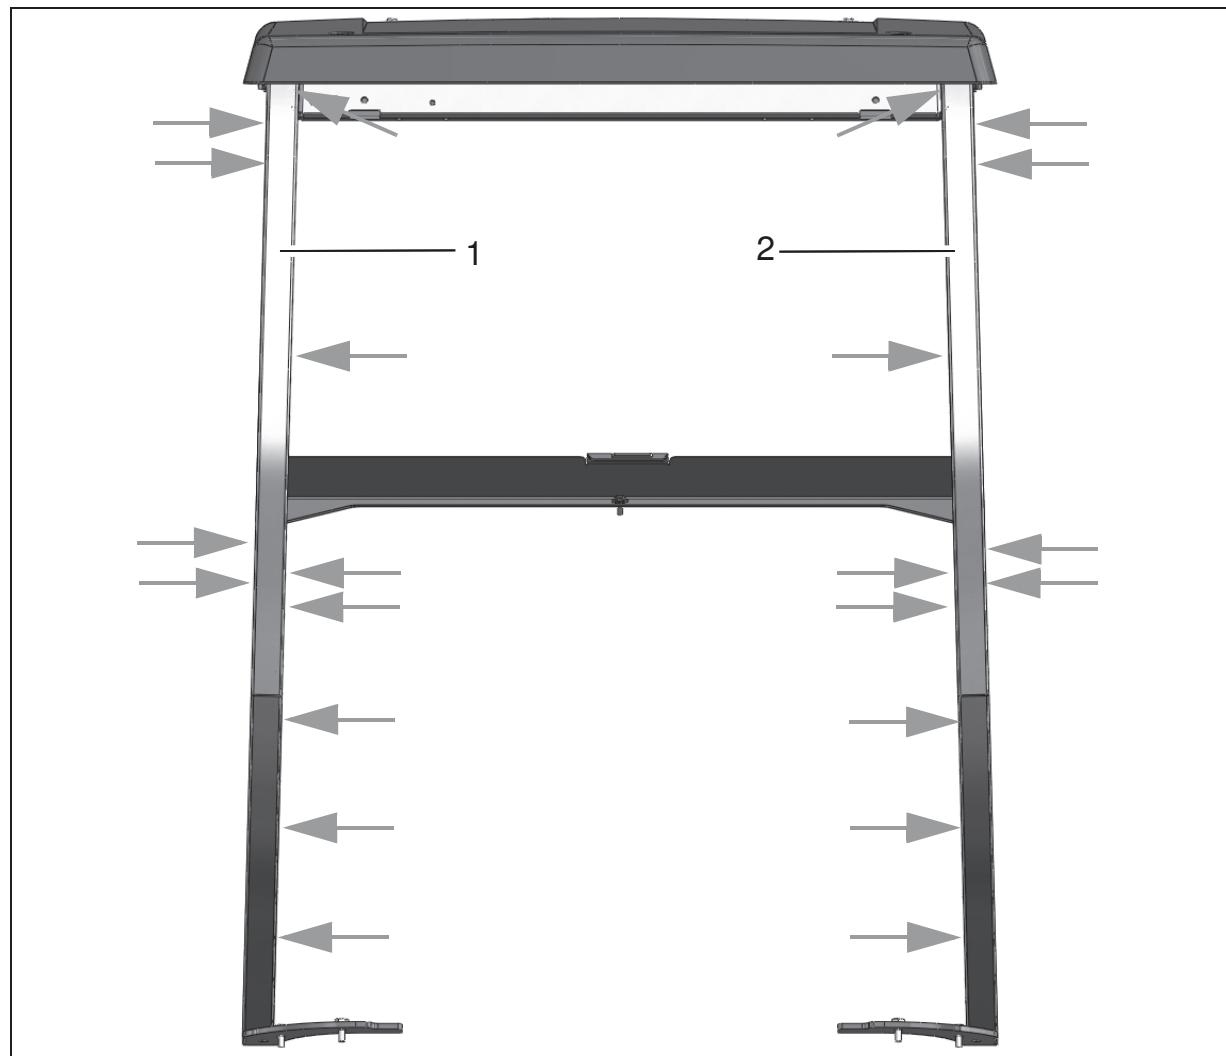

Abb.3
- In den rechten Türrahmen (Abb. 3/1) und in den linken Türrahmen (Abb. 3/2) des Fahrerschutzdaches Nietmuttern M8 einziehen.